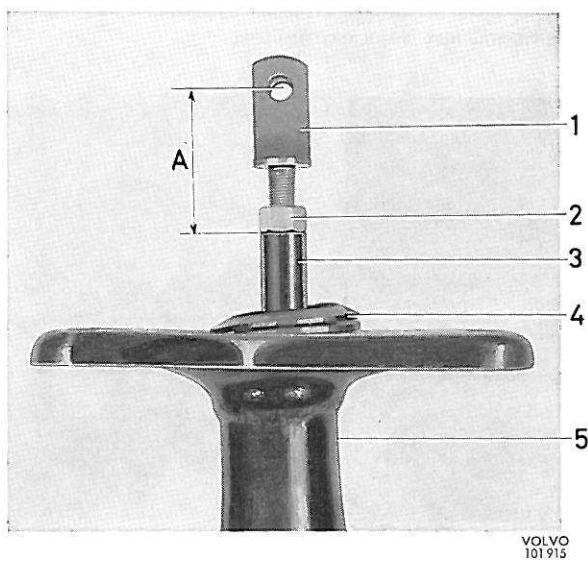

Figure 93. Remontage de la chape
5. Desserrer le contre-écrou (2, figure 93) et dévisser la chape (1). Démontez le soufflet caoutchouc (4) et le pied de montage (5). Dévisser la tige-poussoir (3) de la tige-poussoir arrière de la servocommande.
1. Revisser en place la tige-poussoir (3, figure 93) jusqu'à ce qu'elle bute contre la tige-poussoir arrière de la servocommande après avoir mis à
3. Remettre en place le soufflet caoutchouc (4, figure 93). Revisser en place le contre-écrou (2) et la chape (1). La distance du centre de l'alésage de la chape à l'extrémité de la tige-poussoir (cote A) doit être d'environ 45 mm.